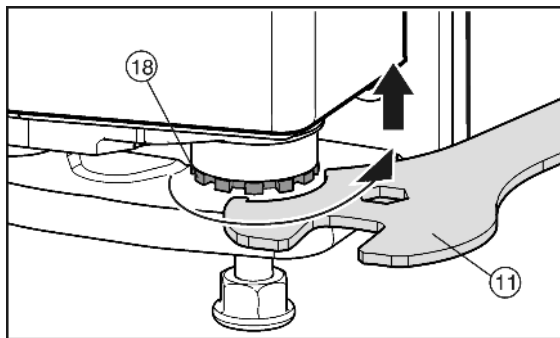

Fig. 13
- ▶ Чтобы поднять дверцу выверните вправо опорный палец Fig. 13 (18) с помощью прилегающего вильчатого ключа Fig. 13 (11). При поставке опорный палец полностью вкручен.